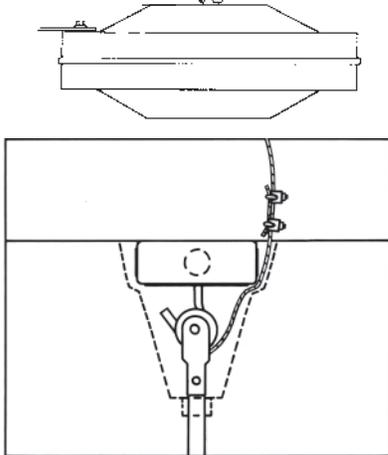

Figure 3
9. Ce ventilateur est équipé d'un câble de sécurité auxiliaire. Ce câble doit être fixé sur les poutres structurelles d'une telle manière qu'il puisse supporter le poids du ventilateur dans le cas où le crochet de suspension ou une autre pièce lâcherait. Après avoir entouré le câble une structure de soutien pouvant supporter 136 kg, fixer le à câble avec les attaches fournies comme illustré en Figure 3 (Remarque : Tout matériel additionnel nécessaire pour des installations spécifiques peut s'acheter chez votre distributeur local).
PRÉCAUTION IMPORTANTE : Le câble de sécurité ne doit pas être placé entre la roulette en caoutchouc et le crochet, mais comme illustré en Figure 3.
10. En suspendant le ventilateur au crochet en J fourni, s'assurer que le câble en haut de la tige est positionné derrière le crochet en J comme illustré en Figure 3.